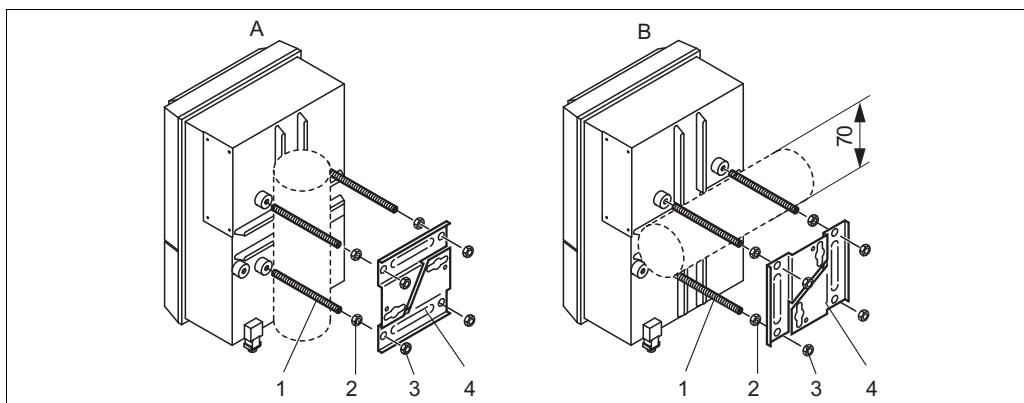

Fig. 13: Montaż do rury lub stojaka
4. Płytki mocujące (poz. 4) włożyć na śruby mocujące wg Rys. 13.